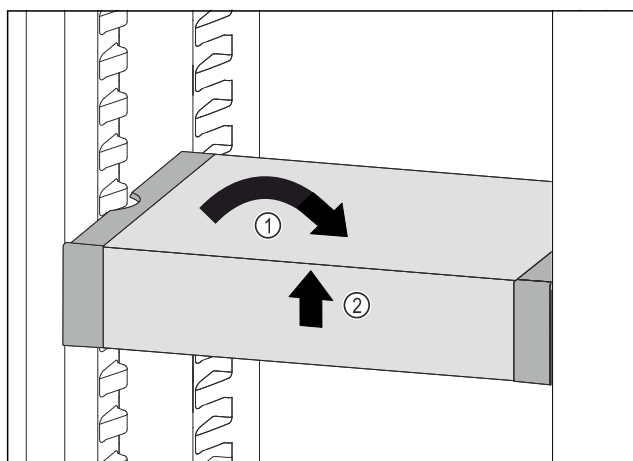

Fig. 97
- ▶ Állítsa egyenesbe a VarioSafe fiókot. Fig. 97 (1)
- ▶ Elöl emelje meg a VarioSafe fiókot. Fig. 97 (2)